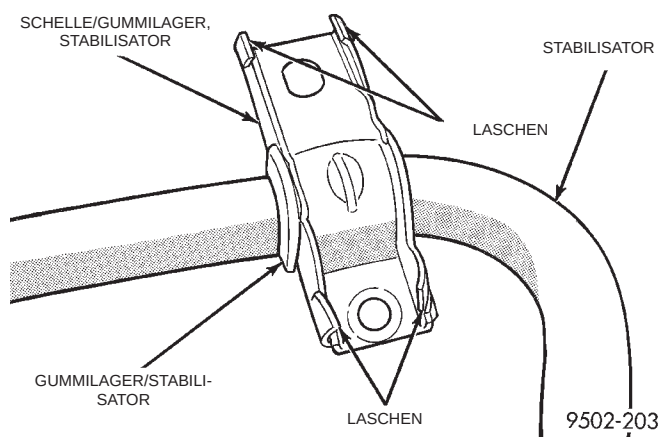

Abb. 115 Schelle/Gummilager des Stabilisators
(1) Die vier umgebogenen Laschen an der Schelle des Gummilagers aufbiegen (Abb. 115).